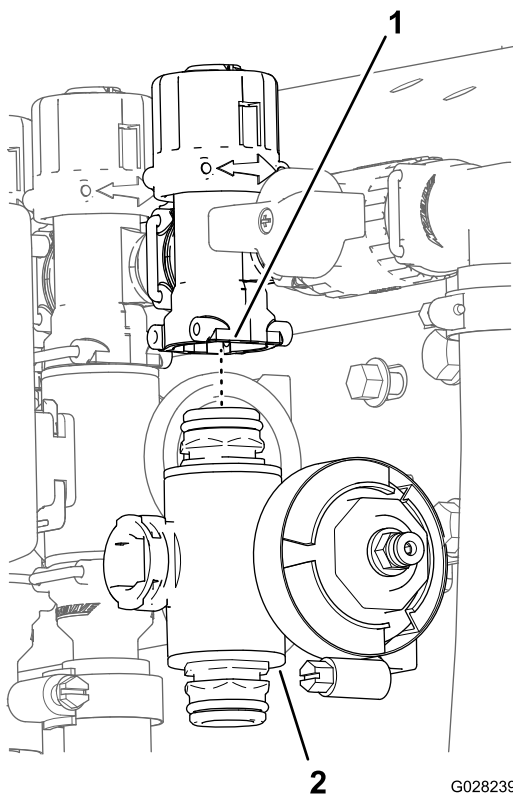

Figure 76
3. Pour les vannes des sections droite et gauche, retirez les boulons à embase et les contre-écrous à embase qui fixent la/les vannes de section sur le support, puis déposez le ou les collecteurs de la machine ; pour la vanne de section centrale, déposez le collecteur correspondant de la machine (Figure 76).